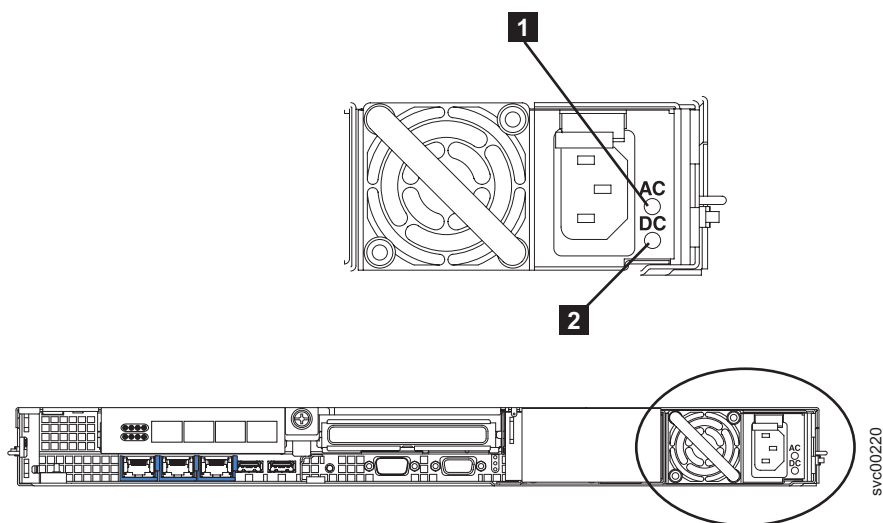

図 159. SAN ボリューム・コントローラー 2145-8G4 の AC および DC LED
4. 電源機構上の AC 電源 LED **1** および DC 電源 LED **2** が点灯し (195 ページの図 159 を参照)、電源機構が正しく作動していることを示していることを確認してください。2 つの緑色の LED は電源